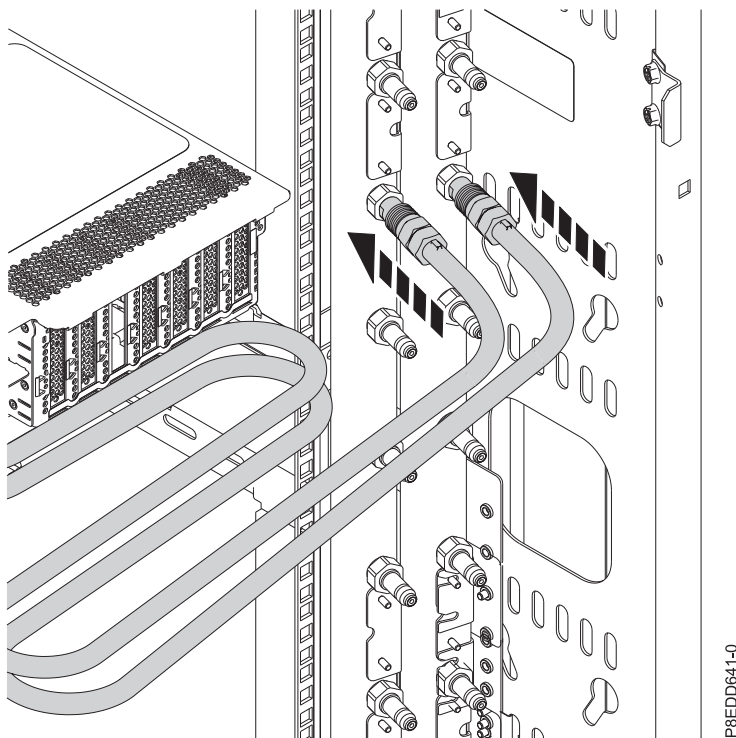

図 21. 冷却水ホースの接続
7. 水冷システムの場合、ラックの背面で冷却水ホースをマニフォールドに接続します (18 ページの図 21 を参照)。オスのホースをメスのマニフォールド・プラグに差し込み、メスのホースをオスのマニフォールド・プラグに差し込んであることを確認します。